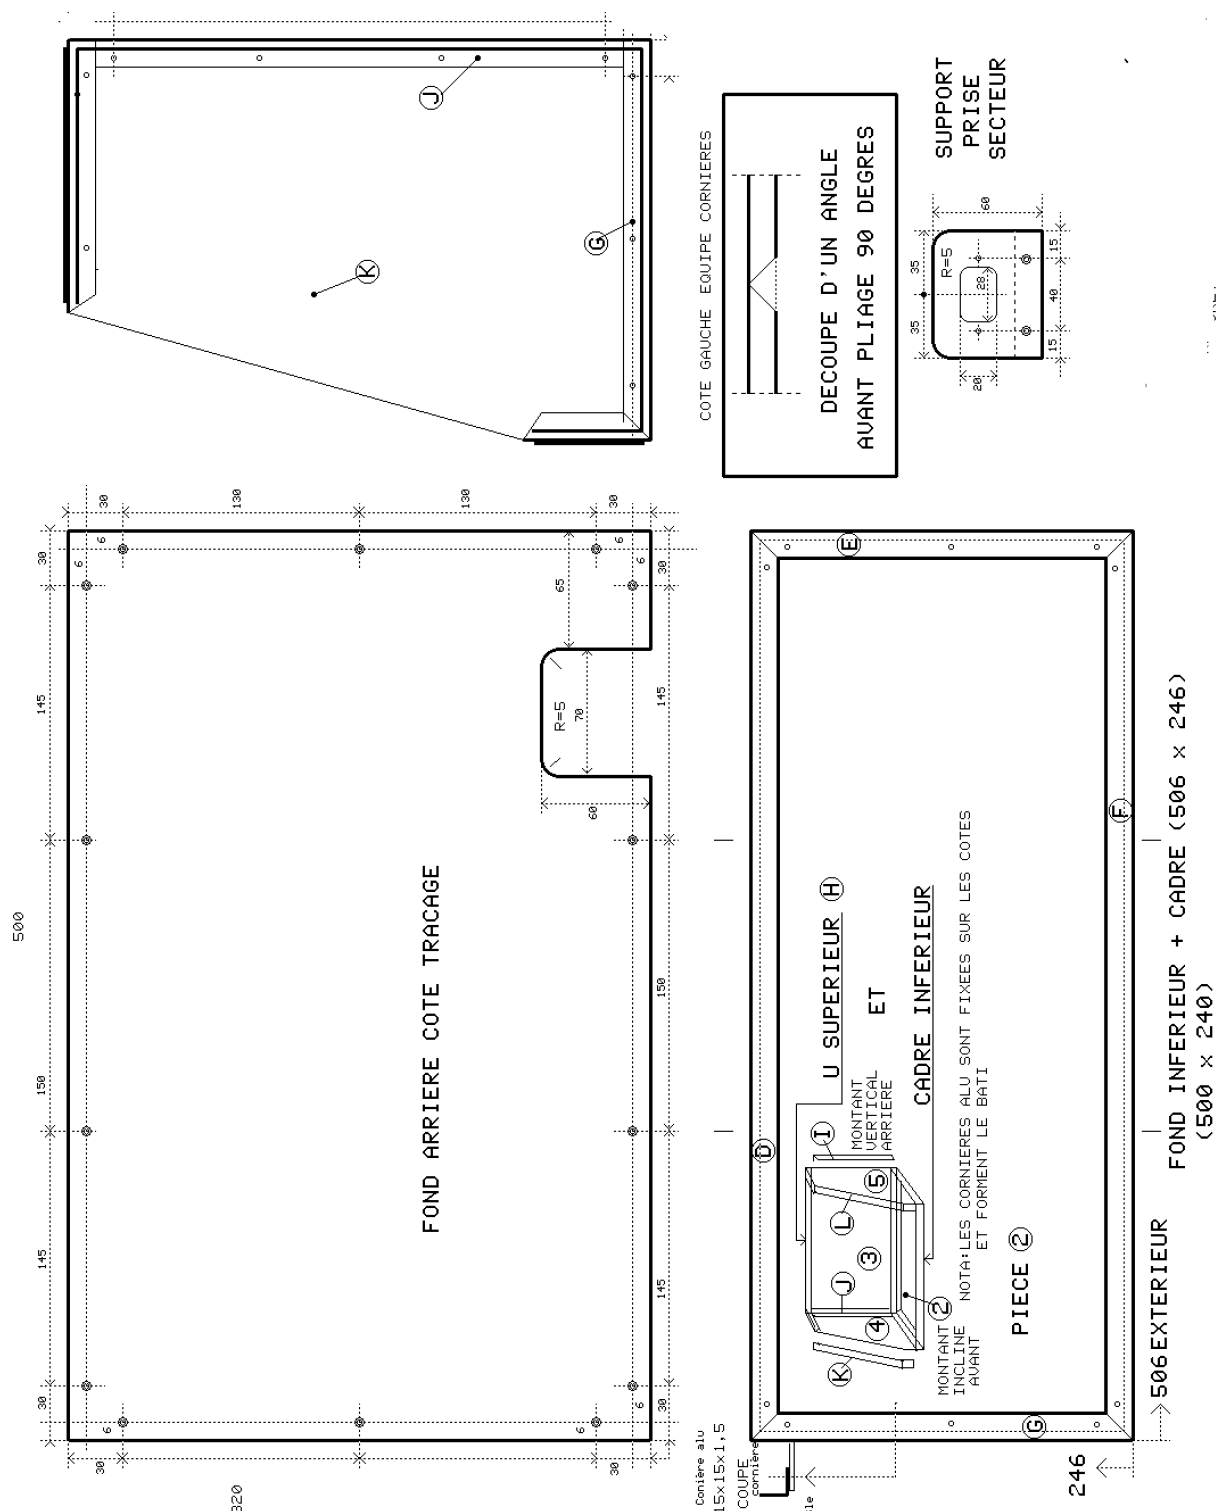

Fig.14 : Pièces du coffret.(fond arrière , fond inférieur..)
On commence par réaliser **le cadre du fond inférieur** de dimensions hors-tout 506 mm de large x 246 mm de profondeur (pièce 2 + cornières D, E, F, G). Des cornières de 15 x 15, et d'épaisseur 1,5 mm en aluminium anodisé permettront de faire l'assemblage conformément à la figure 14.
La figure 14 nous montre la cornière (K) du côté gauche et les coupes d'angles à lui pratiquer. Ce sont les deux pièces les plus délicates à réaliser de ce coffret. Un ajustage à la lime sera éventuellement nécessaire lors de l'assemblage final.
Découper et usiner cette pièce dans une chute restant de la découpe, suivant le plan indiqué (fig. 14). La découpe de la fenêtre théoriquement de 19 x 28 mm sera faite en fonction du modèle en votre possession. Il existe différents modèles en fonction de votre distributeur. Effectuer à la perceuse 4 trous en retrait des limites définies, puis découper à la scie « abrafil ». Mettre cette pièce dans l'étau pour terminer l'usinage. Placer les deux trous de fixation que vous fraisez à l'extérieur, puis les deux trous de fixation de la prise. Mettez-là en place sur l'arrière du bâti.